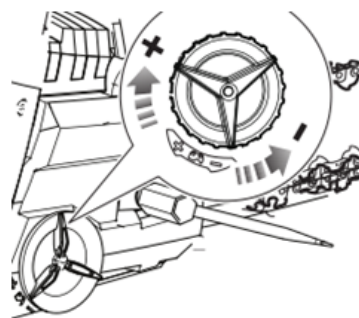

Fig 12
- Eliminar cualquier holgura en la cadena girando el tensor en el sentido de las agujas del reloj hasta que la cadena se asiente de manera ajustada sobre la barra con los eslabones impulsores en la ranura de la barra. (Fig. 12)